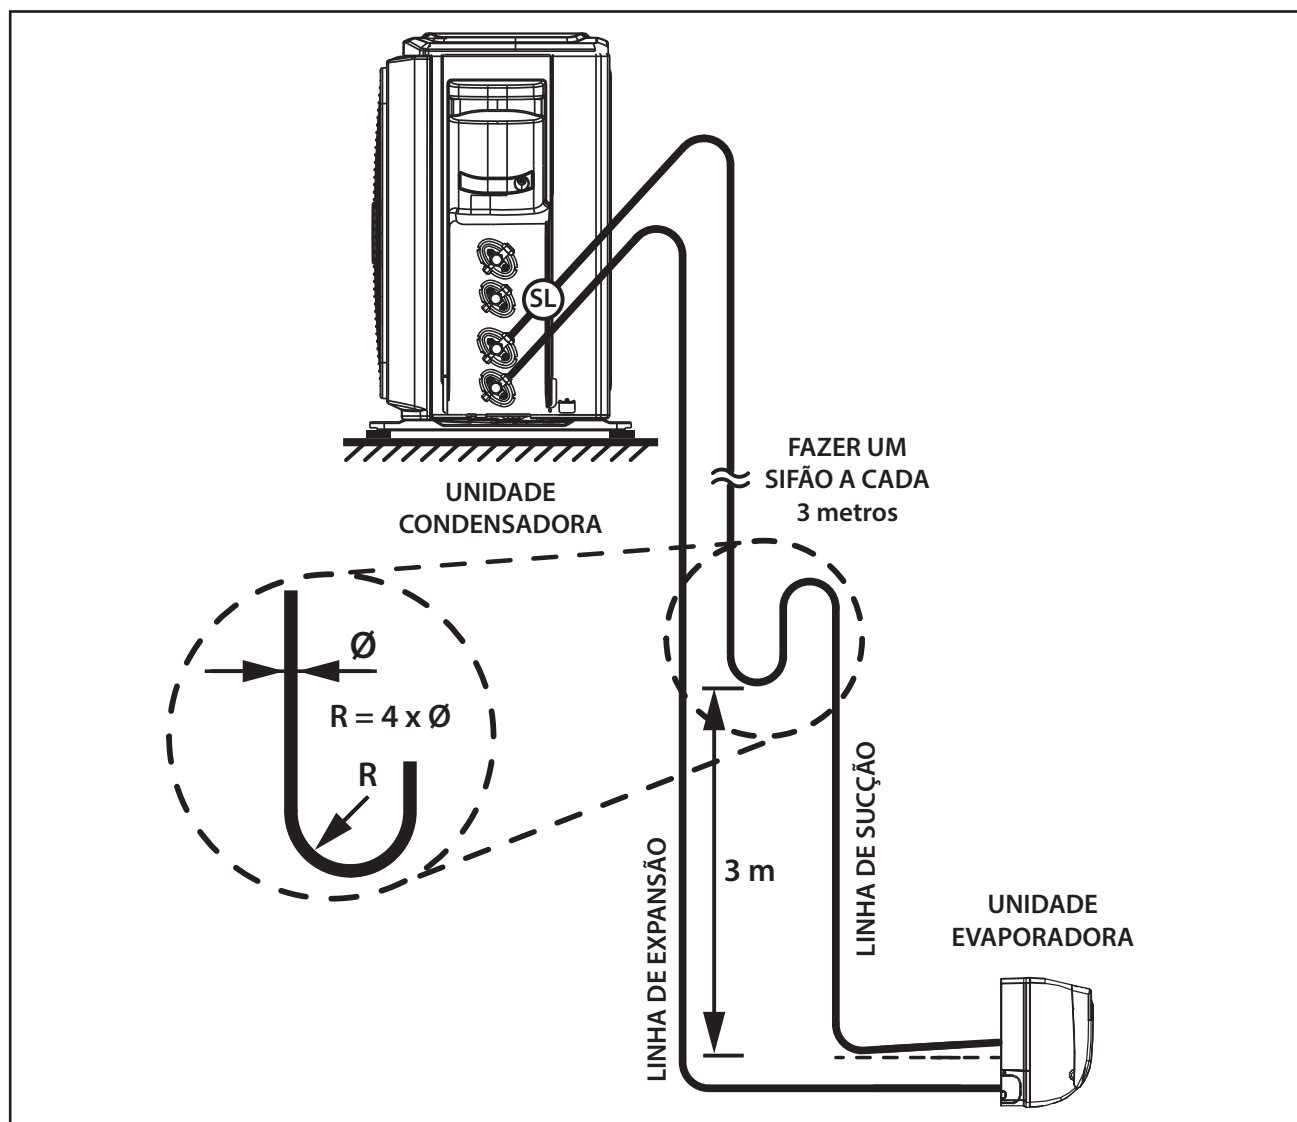

FIG. 26 - LINHAS DE INTERLIGAÇÃO
- Quando a unidade condensadora estiver em um nível superior ao da unidade evaporadora, fazer sifões nas subidas da linha de sucção a **cada 3,0 metros**; considerando desde a saída da evaporadora (Fig. 26).
- Inclinando as linhas horizontais de sucção no sentido do fluxo. (ver Fig. 26).